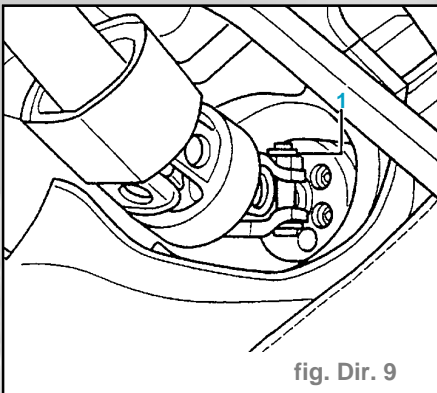

fig. Dir. 9
- Dévisser l'écrou (1) du joint de cardan (fig. Dir. 9).